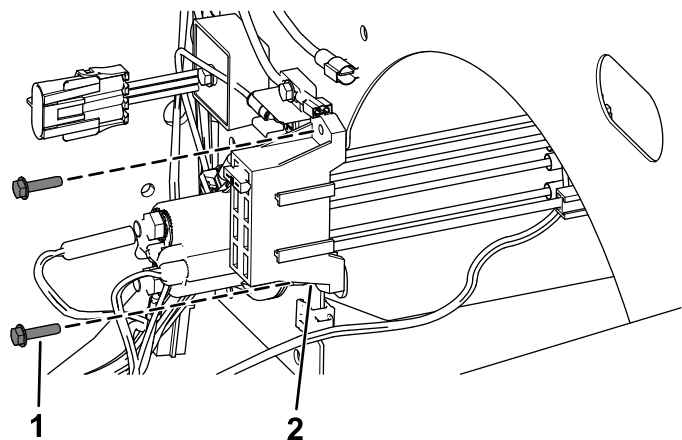

Figura 21
- Para máquinas de 2019 e posteriores, prenda o novo bloco de fusíveis utilizando os dois parafusos autorroscantes como se mostra na Figura 21.